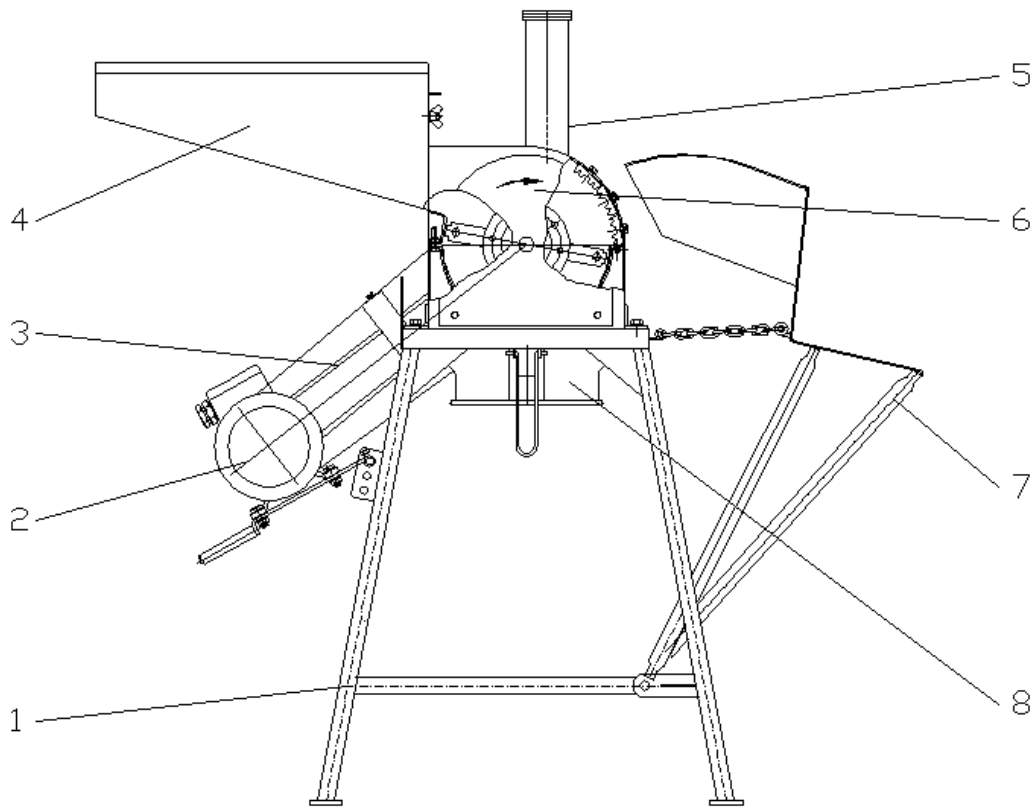

Fig .1
3.1 Cadrul morii (fig. 1 poz..1) este alcătuit din cele 4 picioare din țeavă pe care se fixează rama de cornier. Pe cadrul morii sunt fixate urechile în care se prinde masa dispozitivului de tăiat lemne (7).